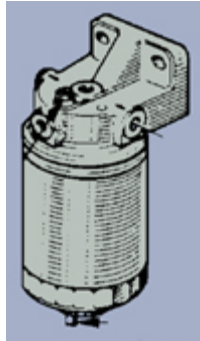

Fig. 19
- El montaje más frecuente de los dos filtros es en paralelo, compartiendo la misma tapa soporte. El funcionamiento es igual al caso anterior, al salir del primer filtro pasa al segundo si está en serie, y si está en paralelo, a la entrada se deriva el gasoil para cada uno de los filtros y a la salida se vuelven a encontrar para conectar con la tubería que va a la bomba de inyección. Se puede colocar separadamente dos filtros simples como el de la **fig. 19**.